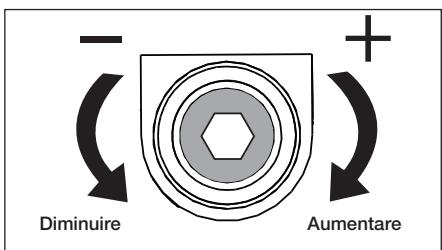

Figura 14, Vite di regolazione della Valvola di scarico
- Usando una chiave Brugola (Allen) da 7/32", allentare la vite di regolazione della valvola di scarico di circa 2 giri. Vedere la Figura 14.
- Tutti i Modelli ad eccezione del P-84:** Dopo che si è ottenuto il valore desiderato della pressione, girare la valvola di regolazione della pressione in senso anti-orario per scaricare la pressione del sistema. Controllare che il manometro indichi zero (0) bar/psi.
- Solo per il Modello P-84:** Dopo che il valore desiderato è stato raggiunto, spostare la manopola della valvola sulla posizione neutra (N) per scaricare la pressione del sistema. Controllare che la pressione indicata sul manometro sia pari a zero (0) bar/psi.